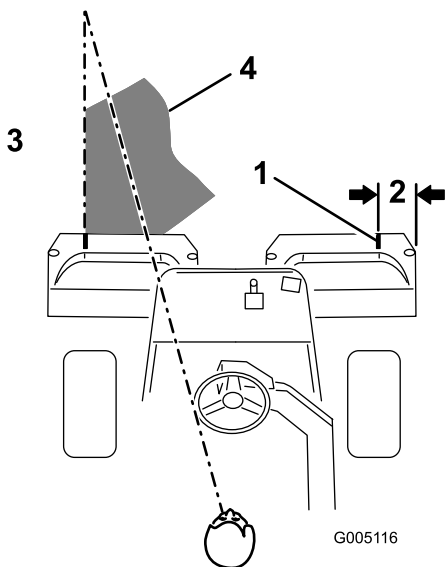

Figure 22
**Remarque:** Pour vous aider à traverser le green en ligne droite et à maintenir la machine à égale distance du bord de la passe précédente, imaginez une ligne de vision imaginaire à environ 1,8 à 3 m en avant de la machine jusqu'au bord de la partie non coupée du green (Figure 22). Faites passer la ligne de vision par le bord extérieur du volant, c.-à-d. de maintenir le bord du volant aligné sur un point se trouvant toujours à la même distance par rapport à l'avant de la machine.